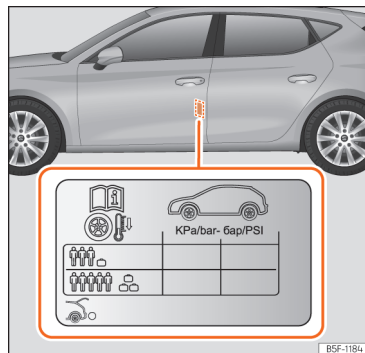

Fig. 238 Amplasarea etichetei cu presiunea din anvelope.
- Reglați presiunea în anvelope conform sarcinilor transportate de autovehicul » » fig. 238.
Valorile presiunii în anvelope sunt indicate pe autocolantul amplasat pe cadrul spate al ușii stânga față » » fig. 238.
Presiunea din anvelope trebuie reglată în funcție de încărcătura transportată de autovehicul. Dacă autovehiculul urmează să fie încărcat la maximum, creșteți presiunea în anvelope până la valoarea maximă de încărcare de pe autocolant » » fig. 238.
În cazul unei roți de rezervă compacte de dimensiuni reduse (125/70 R16 sau 125/70 R18), umflați-o la o presiune de 4,2 bari, conform indicației de pe eticheta cu presiunea în anvelope » » fig. 238.
- Șoferul este răspunzător pentru presiunea corectă a tuturor anvelopelor. Presiunea recomandată în anvelope este indicată pe etichetă » » fig. 238.
- Presiunea în anvelope trebuie să fie întotdeauna cea indicată pe etichetă, cu anvelopele reci » » fig. 238.